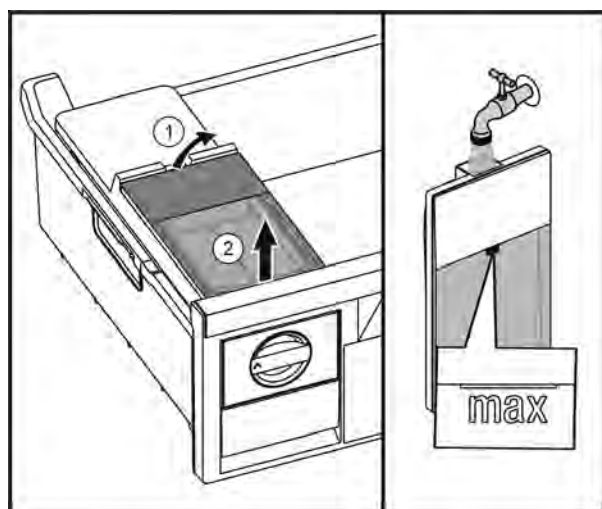

Fig. 45
- ▶ Поднять бак для воды сзади Fig. 45 (1) и извлечь движением вверх Fig. 45 (2).